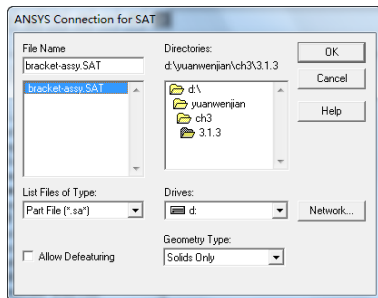

图 3-16 选择 SAT 文件
②在打开文件对话框中选择“bracket-assy.sat” SAT 文件，然后单击“OK”按钮，如图 3-16 所示。